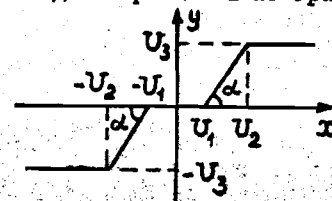
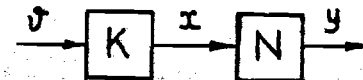
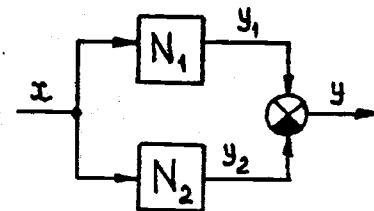

Рис.1
Рис.2
Рис.4
2. Нелинейная зависимость задана графиком рис.1 ($U_1 = 2,$
$U_2 = 4, U_3 = 5$). Постройте графики $y(u)$ для системы, изображенной на рис.2, при $K = 2; 4; 5$. Проверьте результаты расчетов моделированием; при этом настройку нелинейного блока производите при $K = 1$ по графику рис.1.
4. Настройте один нелинейный блок в соответствии с рис.1 при $U_1 = 0, U_2 = 5, U_3 = 5$; второй блок настройте для значений $U_1 = 0, U_2 = 2, U_3 = 2$. Предскажите результирующую статическую характеристику, если блоки соединить по схеме рис.4. Какой результат можно ожидать, если блоки N_1 и N_2 поменять местами? Поставьте эксперимент и сделайте соответствующие выводы. Проанализируйте погрешности, возникающие при неточности установки параметров U_2 или U_3 для какой-либо из нелинейностей.
5. Настройте один нелинейный блок по рис. I при $U_1 = 2$, $U_2 = \infty$, $U_3 = \infty$, $t_{\text{гд}} = 1$; второй нелинейный блок настройте для $U_1 = 4$, $U_2 = \infty$, $U_3 = \infty$, $t_{\text{гд}} = 1$. Какой результат можно ожидать, если блоки соединить по схеме рис. 4? Что будет, если блоки поменять местами? Проверьте результаты моделированием. Проанализируйте погрешности, возникающие при неточности установки $t_{\text{гд}}$ в каком-либо из блоков.